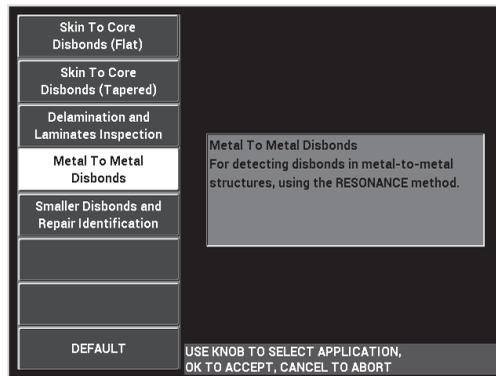

Figura 6-38 Aplicación de pérdidas de adherencia de metal a metal
3. Seleccione la aplicación **Pérdidas de adherencia de metal a metal** y, después, pulse la tecla Confirmación/Enter (✓) para aceptar la selección. Ver la Figura 6-38 en la página 164.